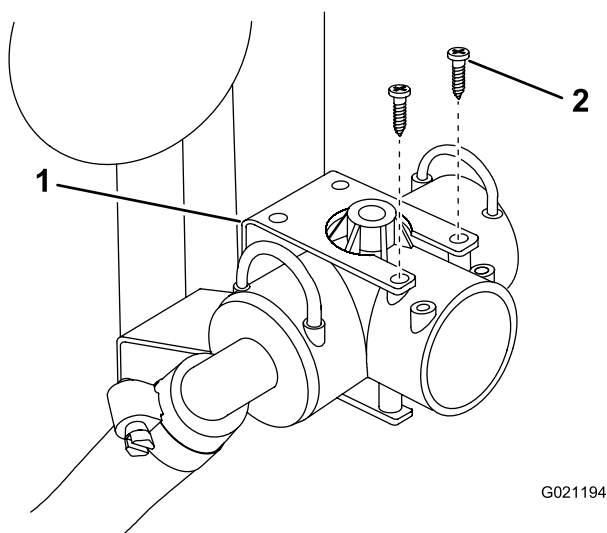

Figura 5
- Retire los 2 tornillos que sujetan el acoplamiento en T al soporte de montaje. Retire el acoplamiento en T y las mangueras (Figura 5).